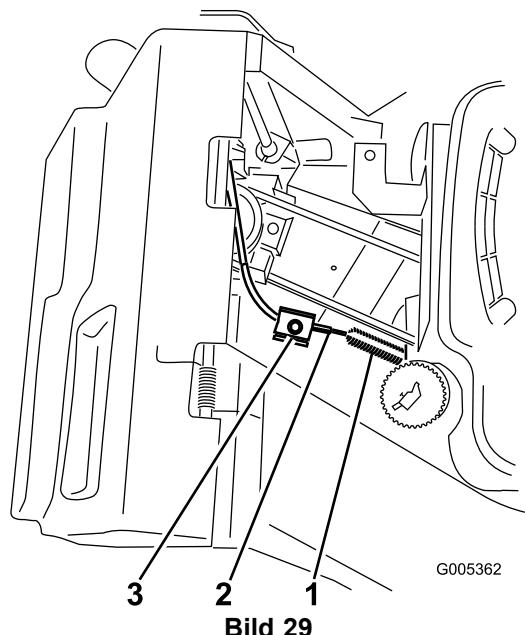

Bild 29
5. Lockern Sie die Kabelklemmenschraube, bis sich der Bremszug verschieben lässt (Bild 29).